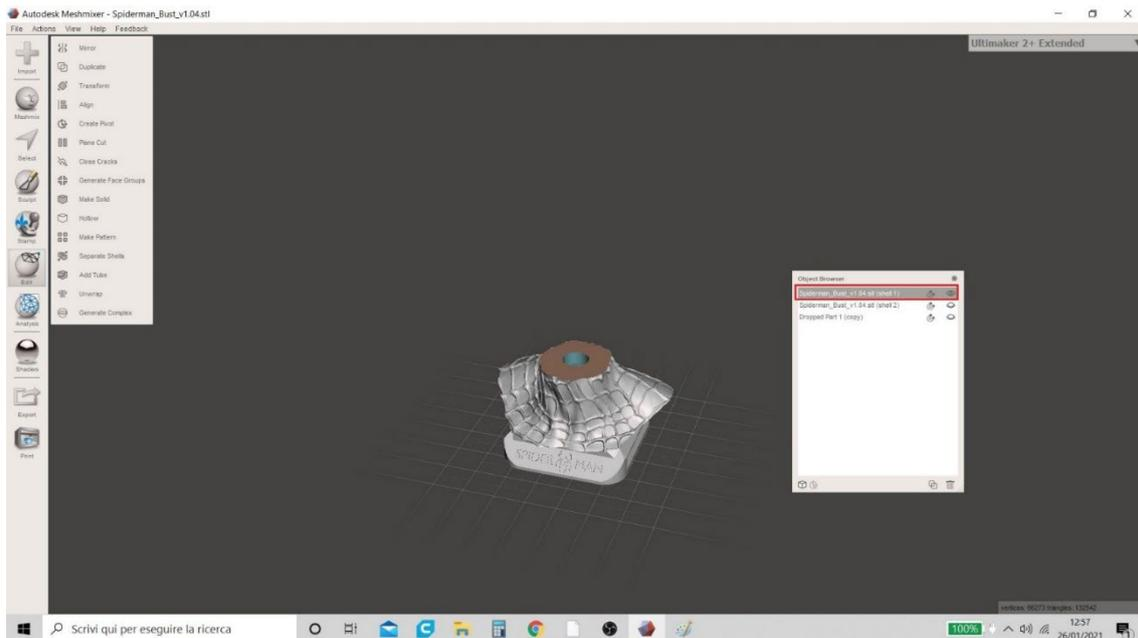

Figura 23 Meshmixer
16. L'utente può procedere al salvataggio dei file in formato .stl. Facendo clic sull'icona a forma di occhio nella tabella di riepilogo (come mostrato nella Figura 23 Meshmixer), l'utente può scegliere di nascondere rispettivamente una o più parti per salvare i modelli separatamente in diversi formati. Per procedere con il salvataggio, viene reso visibile il modello "Shell 1" (e gli altri sono nascosti), clicca sul menu "Esporta" in basso a sinistra, quindi seleziona il formato in cui preferisci salvare (e. g. : ". STL ")